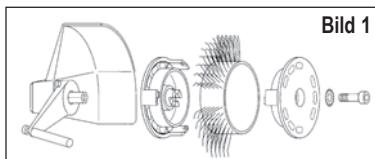
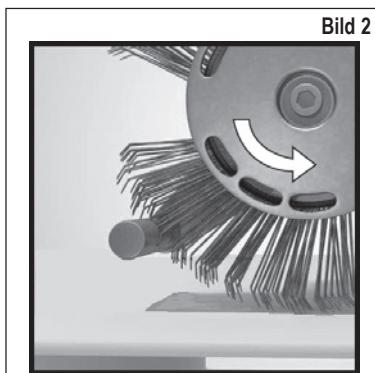

Bild 1
Bild 2
1. Avbryt strömförsörjningen och fäst sedan **MBX® Bristle Blaster®** blästerverktyg 23 mm på föreskrivet sätt i verktygsfästet (beakta löpriktning) med den härfor avsedda solfjäderbrickan och skruven på elverktyget. **Se bild 1 och bild 2**
Rotrar **MBX®** blästerverktyget åt fel håll? – Vänd på blästerverktyget så att det roterar åt föreskrivet håll (se kapitel 5, Ta verktyget i drift, bild 2).